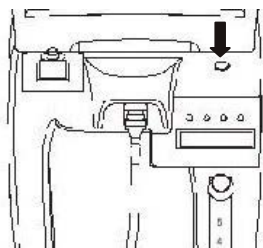
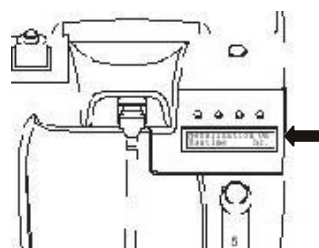

Figura 5
Figura 6
d) Presione por 5 segundos el botón de nebulización del lado derecho en la parte superior de equipo (Figura 5) y suelte cuando oiga una señal sonora para iniciar la macronebulización. El modo de nebulización se indica en el visor del panel (Figura 6). La esfera de flujímetro queda abajo del todo.
c) Presione el botón de nebulización del lado derecho de la parte alta del equipo por 5 segundos (Figura 5) y suelte cuando oiga la señal sonora de inicio de la micronebulización. El modo de nebulización se indica en el visor de panel (Figura 6). La esfera del flujímetro desciende hasta el fondo.